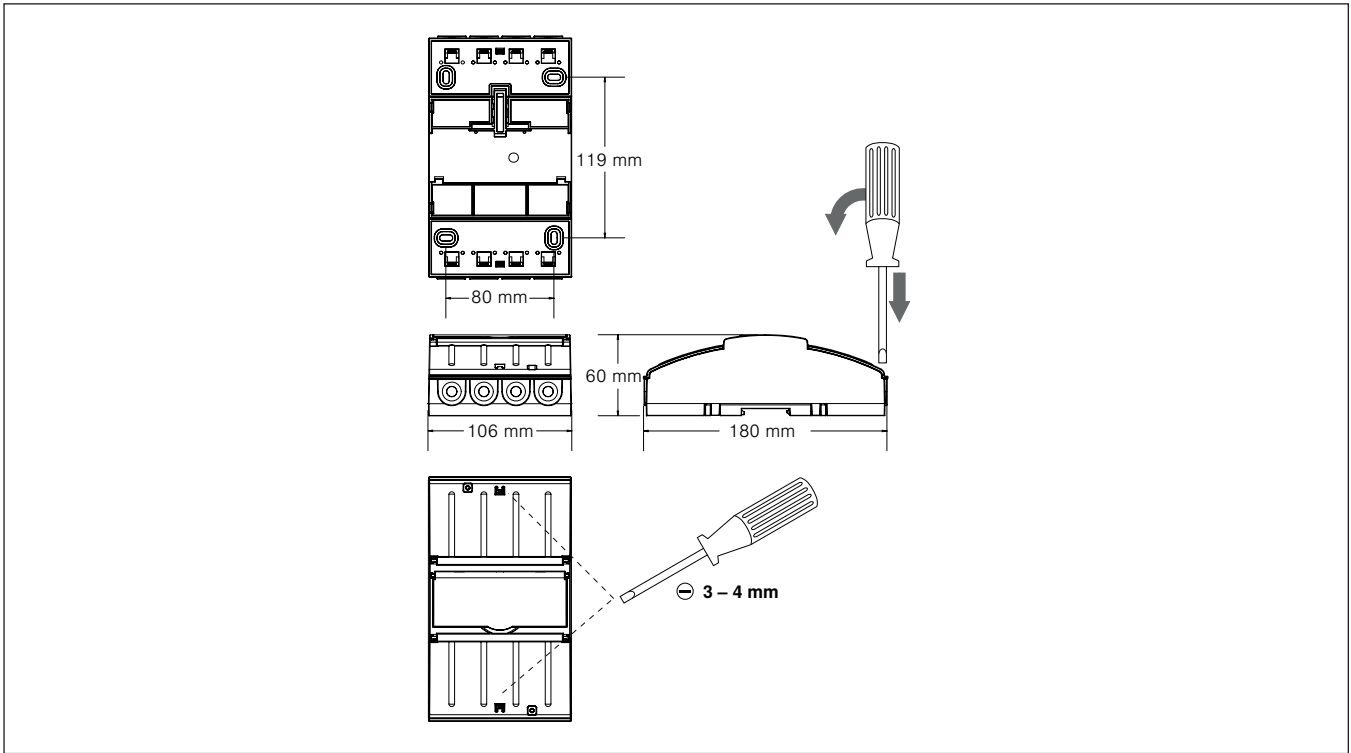

Abb. 2 AP-Gehäuse
- AP: Führen Sie einen Schlitzschraubendreher (Empfehlung: Klinge 3,0 - 4,0mm) in die jeweilige Deckelöffnung ein (s. Abb. 2) und hebeln Sie den Klappdeckel vorsichtig auf. Wiederholen Sie den Vorgang für die zweite Öffnung des Deckels. Wenn beide Verrastungen gelöst sind, lässt sich der Deckel aufklappen. Den zweiten Deckel können Sie auf die gleiche Weise öffnen. Alternativ kann die AP-Variante auch auf einer Hutschiene (TH 35-15 nach EN 60715: 2001) montiert werden.
Abmessungen	Siehe Abb. 2 und Abb. 3